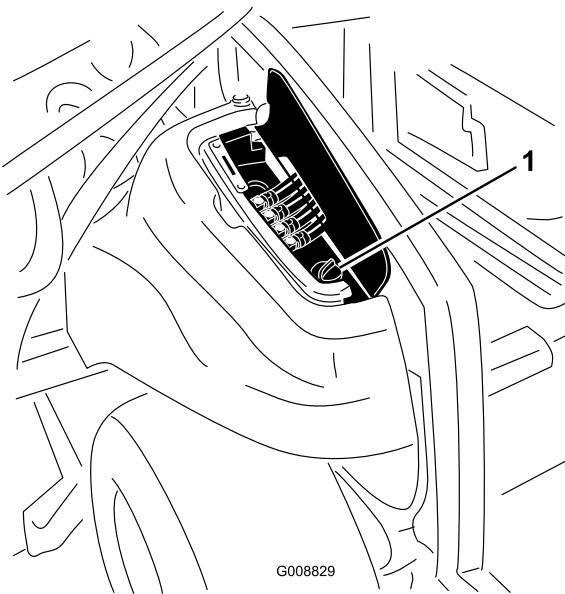

Figure 87
2. Du côté droit de la machine, soulevez le couvercle d'accès pour exposer le bouchon du réservoir hydraulique (Figure 87).
3. Nettoyez la surface autour du goulot et du bouchon de remplissage du réservoir hydraulique (Figure 87). Enlevez le bouchon du goulot de remplissage